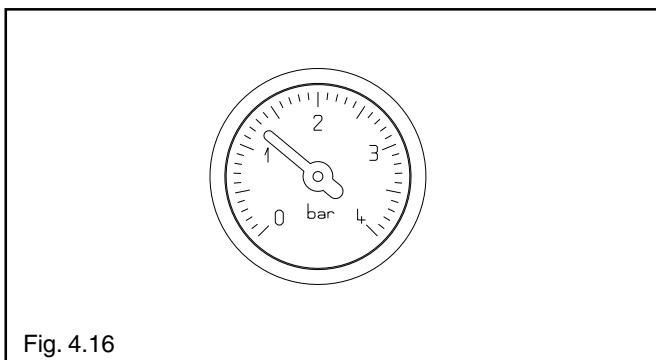

Fig. 4.16
- caricare lentamente aprendo il rubinetto di carico esterno alla caldaia fino a che la lancetta dell'idrometro si posiziona tra 1 e 1,5 bar (fig. 4.16)